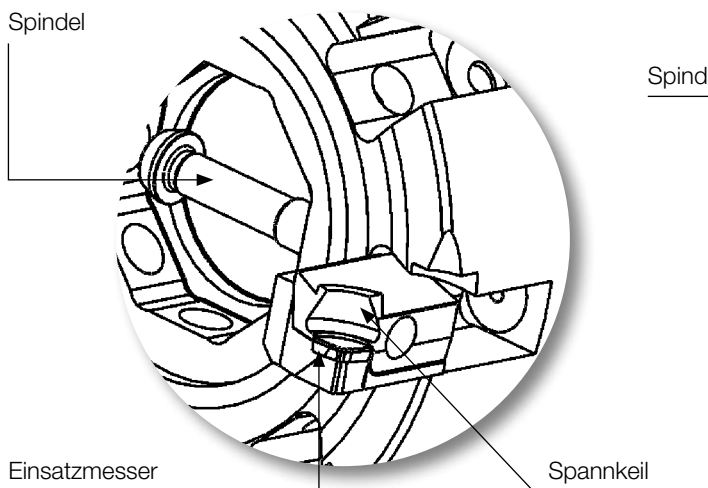

ABB. 3
- Einsatzmesser zusammen mit dem Spannkeil in die Nut am Grundkörper einführen, um ein Verkanten der beiden Teile zu verhindern sind sie gegen die Anlageflächen am Grundkörper zu drücken. (Abb. 3)